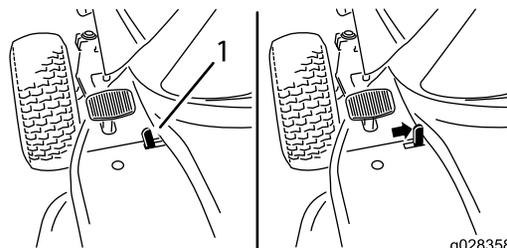

図 5
- 駐車ブレーキレバーを右へ動かす 図 5。
- 駐車ブレーキレバーを左へ動かす 図 5。